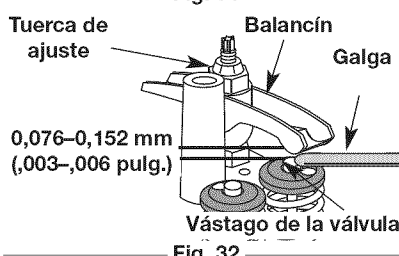

Fig. 32
7. Deslice la galga entre el brazo oscilante y el resorte de retorno de la válvula. Mida el huelgo entre el vástago de la válvula y el brazo oscilante (Fig. 32). Realice esto en las válvulas de entrada y de escape.
- Gire la tuerca de ajuste con una llave de 8 mm (5/16 pulgadas) o una guía de tuercas (Fig. 32).